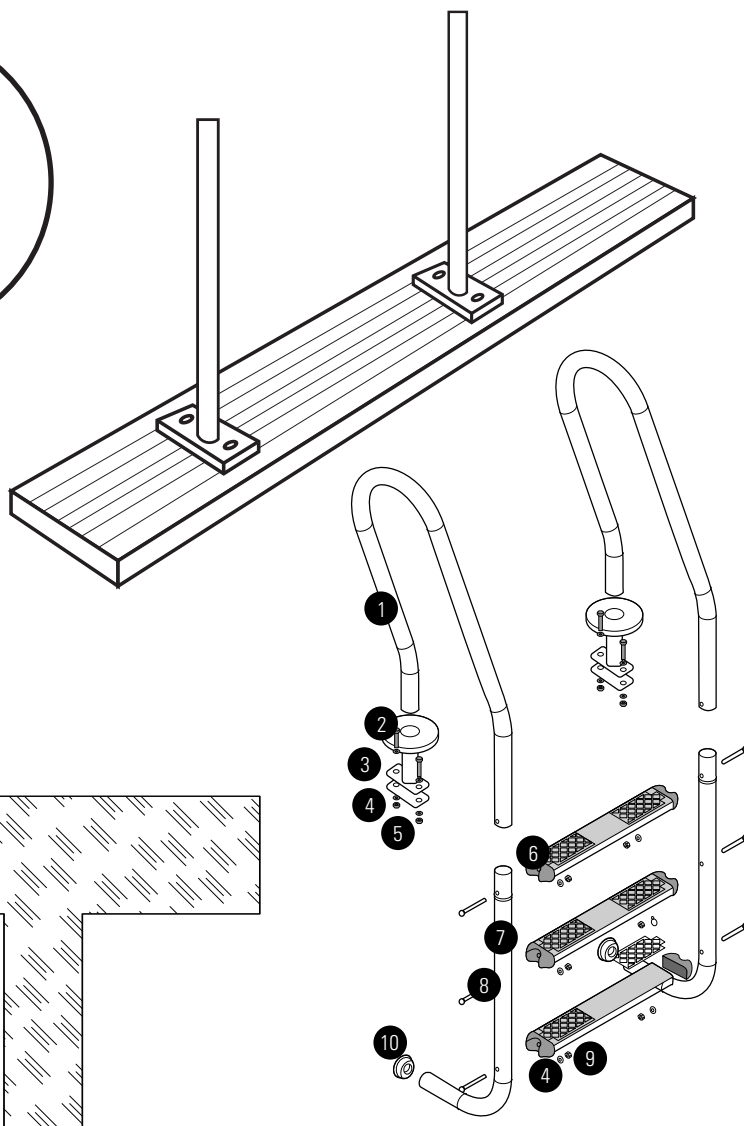

Fig. 20/Abb. 20/Afb. 20
B.- Monter les butées (12) de la rampe, pour éviter que l'escalier puisse abîmer la piscine.
D.- Placer contre plaque (6) avec les vis (3) et les rondelles (4,7) et les écrous (8) avec la clé fixe 12-13. (Fig.20)
E.- Introduire le chapeau enjoliveur (2).